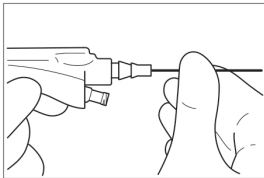

Figure 2
2. Charger la fibre dans la lumière utile du dispositif XprESS (Figure 2).